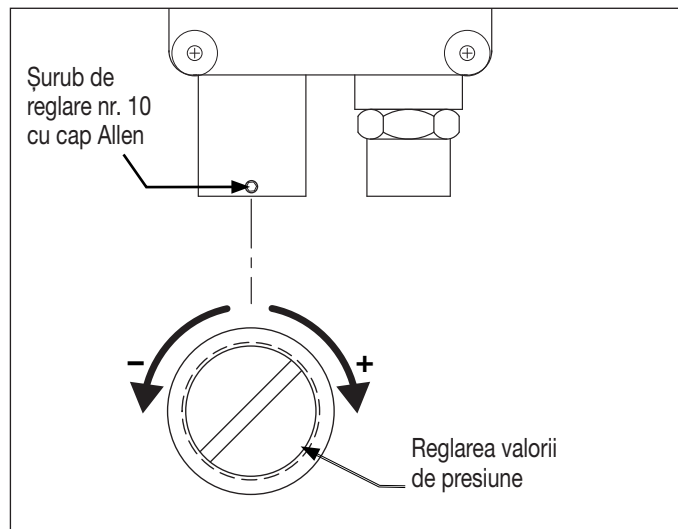

Figura 12: Reglarea setării presostatului
4. Desfaceți șurubul de reglare a presostatului cu o cheie Allen nr. 10. Vezi figura 12.
5. Deplasați maneta valvei de control în poziția de avansare (A).
7. Cu ajutorul unei șurubelnițe plată, rotiți șurubul de reglare a presostatului în sens orar, pentru a crește valoarea setată a acestuia și, în sens antiorar, pentru a o scădea. Vezi figura 12. Verificați că presostatul se deschide și motorul pompei se oprește la valoarea de presiune setată.